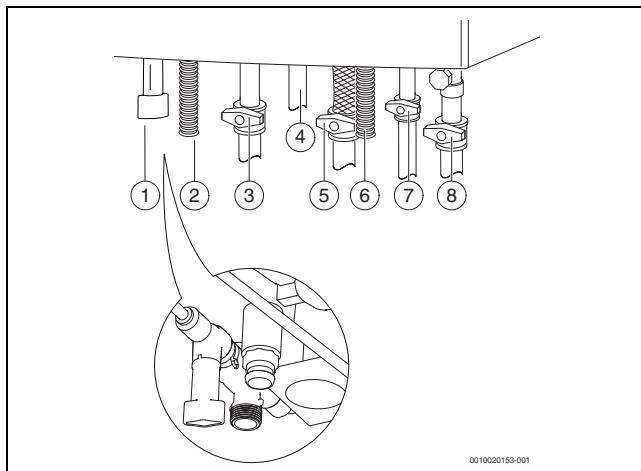

Рис. 25 Подключения газа и воды (дополнительное оборудование)
- ▶ Котлы WBC...DC: откройте кран холодной воды (→ рис. 25) и держите кран горячей воды открытый до тех пор, пока из него не потечёт вода.
- ▶ Откройте краны подающей и обратной линий отопления (→ рис. 25).
- ▶ Заполните отопительную систему до давления 1-2 бар (→ рис. 25) и закройте кран для заполнения и слива.